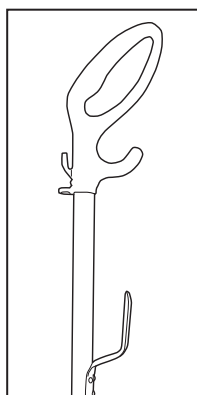

Fig. 1
1. Enlevez la vis de la poignée, insérez la poignée dans le trou sur le dessus de l'aspirateur (Fig. 1).